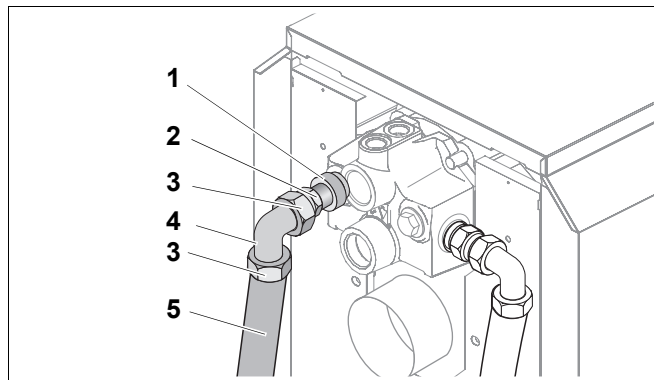
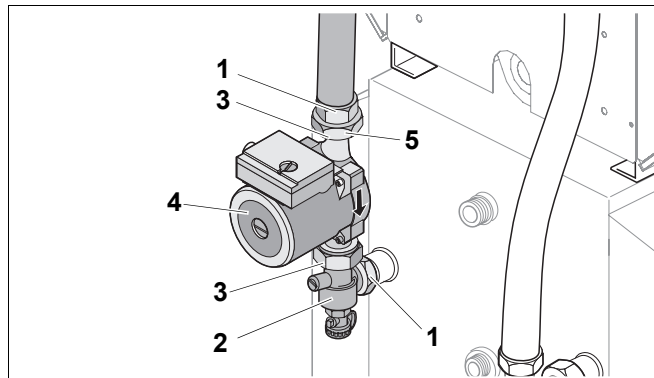

Рис. 8 Монтаж трубопровода на отопительном котле
Рис. 9 Присоединение трубы к баку-водонагревателю
- Уложить кольцо (рис. 8, **поз. 1**) в паз двойного ниппеля (рис. 8, **поз. 2**) и закрутить ниппель в отверстие для подключения подающей линии бака-водонагревателя на отопительном котле.
- Уложить уплотнение (рис. 8, **поз. 3**) в накидную гайку уголка (рис. 8, **поз. 4**) и прикрутить к двойному ниппелю.
- Уложить уплотнение (рис. 8, **поз. 3**) в накидную гайку металлического гофрированного шланга (рис. 8, **поз. 5**) и слегка прикрутить к уголку (рис. 8, **поз. 4**).
- Уложить уплотнение (рис. 9, **поз. 1**) в накидную гайку углового обратного клапана (рис. 9, **поз. 2**) и прикрутить обратный клапан к подающей линии бака.
- Уложить уплотнение (рис. 9, **поз. 3**) для насоса в другую накидную гайку углового обратного клапана и прикрутить насос (рис. 9, **поз. 4**) с направлением потока вниз к угловому обратному клапану.
- Второе уплотнение (рис. 9, **поз. 3**) для насоса уложить в переходник (рис. 9, **поз. 5**) и прикрутить переходник ко всасывающему патрубку насоса (рис. 9, **поз. 4**).
- Держите металлический гофрированный шланг (рис. 8, **поз. 5**) между двумя подключениями и предварительно придайте ему форму.
- Уложить уплотнение (рис. 9, **поз. 1**) в накидную гайку металлического гофрированного шланга и прикрутить его между переходником (рис. 9, **поз. 5**) и уголком (рис. 8, **поз. 4**).
- Затянуть накидные гайки уголка (рис. 8, **поз. 4**) и переходника (рис. 9, **поз. 5**).